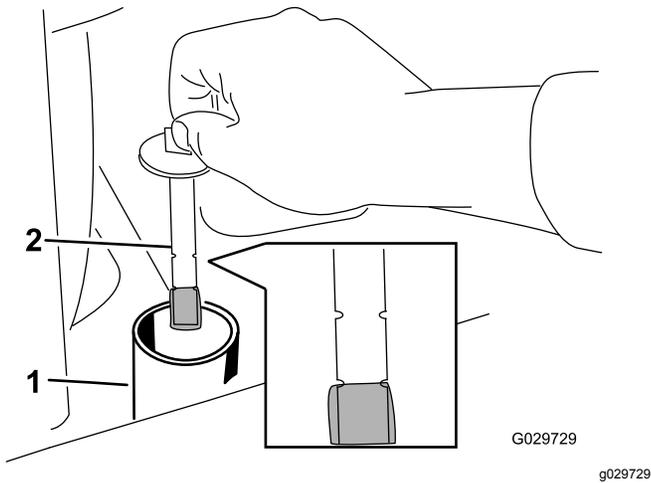

図 65
6. 油圧オイルタンクのキャップとディップスティックを外す 図 65。